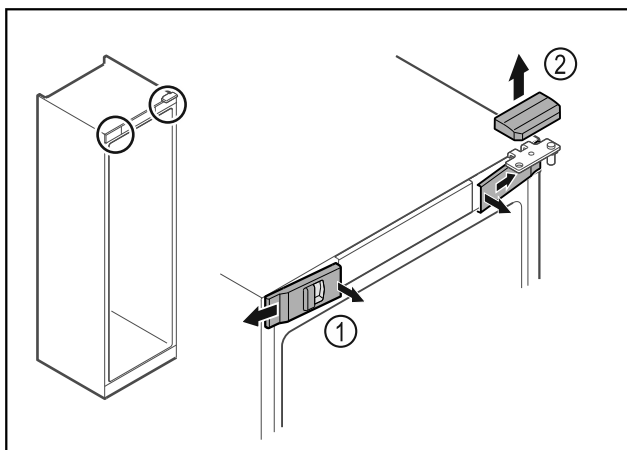

Fig. 7\*
- ▶ Ξεκουμπώστε εσωτερικά τα μπροστινά καλύμματα Fig. 7 (1) και αφαιρέστε τα προς το πλάι.\*
- ▶ Αφαιρέστε προς τα επάνω το επάνω κάλυμμα Fig. 7 (2).\*